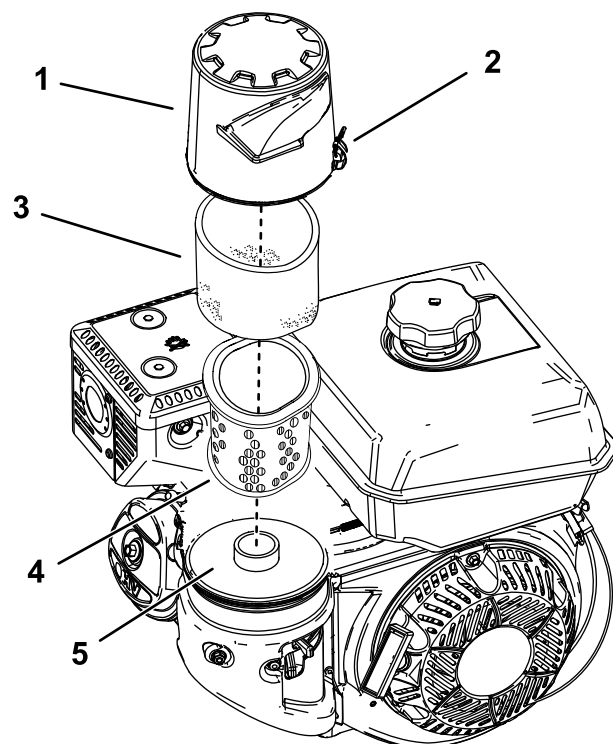

Figure 17
3. Débranchez le verrou de fixation du couvercle du filtre à air (Figure 17).
5. Déposez les éléments en mousse et papier de la base (Figure 17).
6. Sortez l'élément en mousse de l'élément en papier (Figure 17).